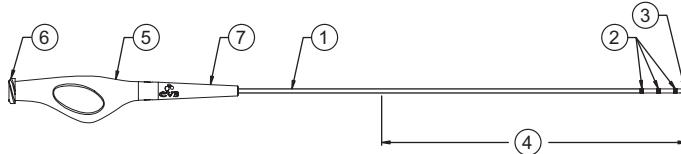

Figure 1. Cathéter de soutien TrailBlazer
Comme indiqué sur la Figure 1, le corps distal du cathéter comporte 3 marqueurs radio-opaques (2) qui aident à positionner le cathéter. La partie distale de 40 cm du cathéter (4) comporte un revêtement hydrophile. La lumière proximale (6) commence dans le collecteur (5), traverse le corps du cathéter et se termine au niveau de l'extrémité distale. Cette lumière permet de passer le cathéter sur un guide. Les diamètres maximum des guides compatibles figurent dans les spécifications du Tableau 1. La taille et la longueur du guide du cathéter sont imprimées sur le réducteur de tension (7).